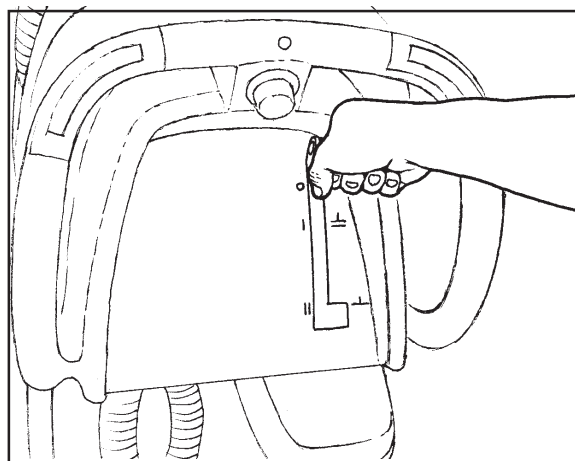

Figure 26
2. Pour relever le suceur, replacez le levier en position haute. Voir figure 26.